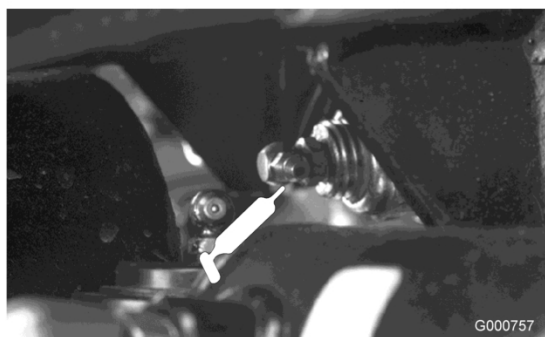

Figura 35
- Articulação do eixo traseiro (Figura 35)